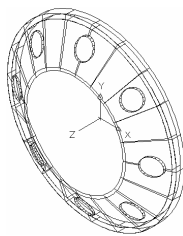

图 6-2-11 差集处理
(20) 差集处理。在命令行中输入 SUBTRACT 命令并按回车键, 根据命令行的提示进行操作, 将阵列的 8 个圆柱体从剖切处理后的圆锥体中减去, 结果如图 6-2-11 所示。